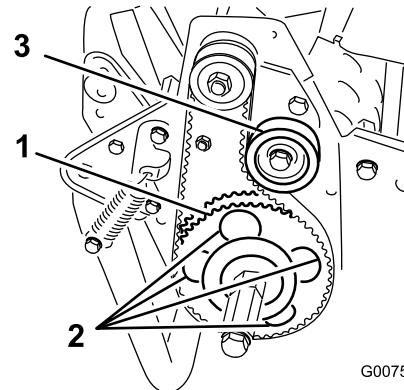

Figura 45
- Rode a polia conduzida até que os furos fiquem alinhados com os 4 parafusos flangeados dos rolamentos do rolo (Figura 45).
- Ajuste a tensão da correia e aperte o parafuso de montagem da polia intermédia (Figura 45).